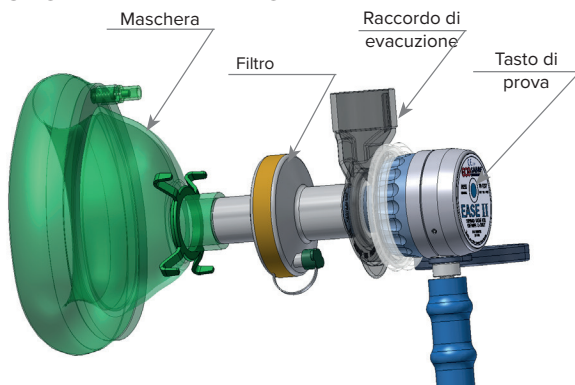

Fig. 1: Fissaggio del raccordo di evacuazione, del filtro un della maschera
- Se il sistema include il raccordo di evacuazione, esso va collegato alla valvola a domanda con una leggera pressione (vedere Fig. 1).
- Scegliere una maschera adatta o un boccaglio, o un filtro per il paziente e fissarli alla valvola a domanda pressandoli sulla presa conica con il diametro di 22 mm sulla valvola paziente (vedere Fig. 1).